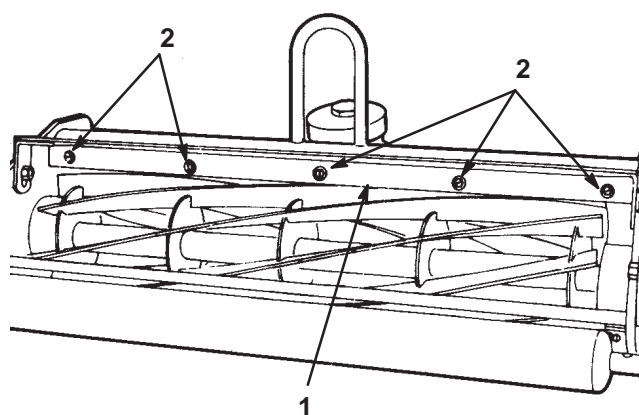

Bild 9
1. Lockern Sie die Schrauben, mit denen die obere Leiste befestigt ist (Bild 9). Führen Sie eine 1,5 mm Fühlerlehre zwischen der Spindeloberseite und der Leiste ein und ziehen Sie die Schrauben an (Bild 9). Achten Sie darauf, dass Leiste und Spindel über die gesamte Spindellänge den gleichen Abstand voneinander haben.